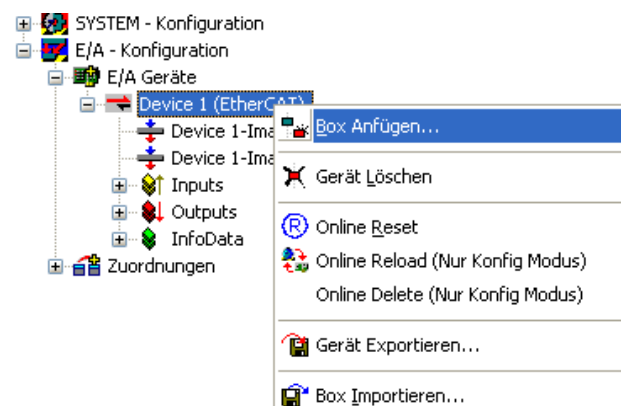

Bild 6-4: Box anfügen
- Die Box anhängen, siehe Bild 6-4.